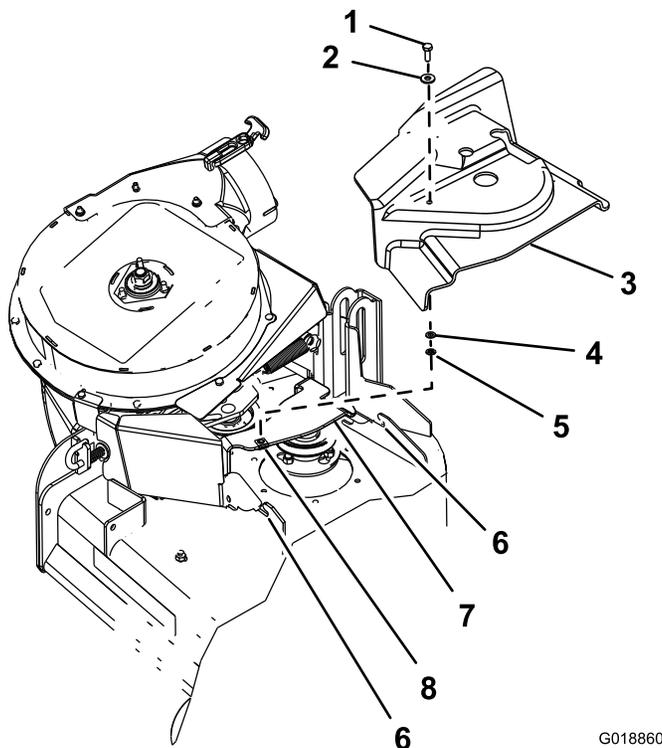

Bild 11
1. Verbinden Sie die Scheibe (5/16 x 3/4 Zoll) an die Sechskantschraube (1/4 x 3/4 Zoll) an, wie in Bild 11 gezeigt.
2. Führen Sie die Schraube und die Scheibe durch das Loch oben auf der Riemenabdeckung des OEM-Gebläse- und Antriebskits (Bild 11).
3. Setzen Sie von unterhalb der Riemenabdeckung die Scheibe (1/4 x 1/2 Zoll) und den Halter über den Gewinden der Sechskantschraube (Bild 11).
2. Fluchten Sie die Riemenabdeckung an den Nieten in den Mähwerkflanschen aus (Bild 11).
4. Befestigen Sie die Riemenabdeckung mit der Sechskantschraube an der Abdeckungshalterung (Bild 11).